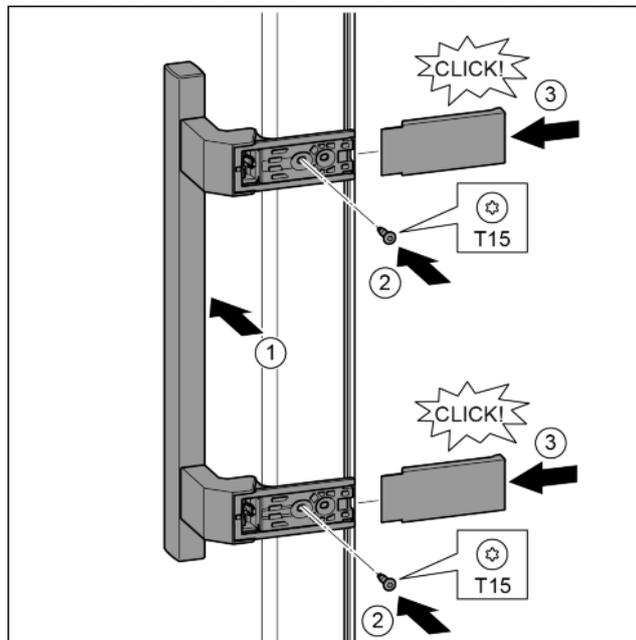

Fig. 37
- ▶ Postavite ručicu na suprotnoj strani. Fig. 37 (1)
- ▶ Odvijačem T15 čvrsto pritegnite vijke. Fig. 37 (2)
- ▶ Postavite pokrove bočno i natakните ih. Fig. 37 (3)